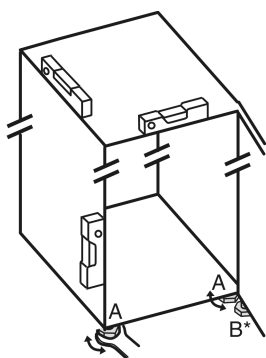

Fig. 8
- ▶ Nóżki Fig. 8 (A) wykręcić przy pomocy dołączonego klucza płaskiego oraz wywrócić przy pomocy poziomicy, aż urządzenie będzie ustawione stabilnie i równo.
- ▶ Nóżkę Fig. 8 (B) wykręcić z dolnej płytki zawiasu przy pomocy dołączonego klucza płaskiego, aż będzie przylegać do podłoża.
- ▶ Nóżkę Fig. 8 (B) obrócić o 90°.